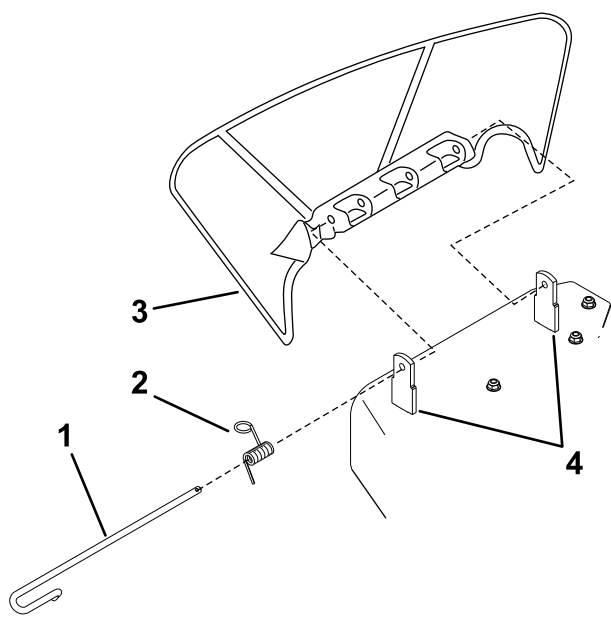

Figura 62
deflector de descarga (Figura 62). Retire el deflector de descarga dañado o desgastado.
- Coloque el nuevo deflector de descarga con los extremos de los soportes entre los soportes soldados de la carcasa, según se muestra en Figura 62.